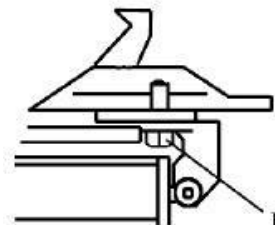

Figure 10
Noter: Après les 20 premiers jours d'utilisation, resserrez les mâchoires avec les vis de serrage (B) sur le plateau tournant (**Figure 10**)